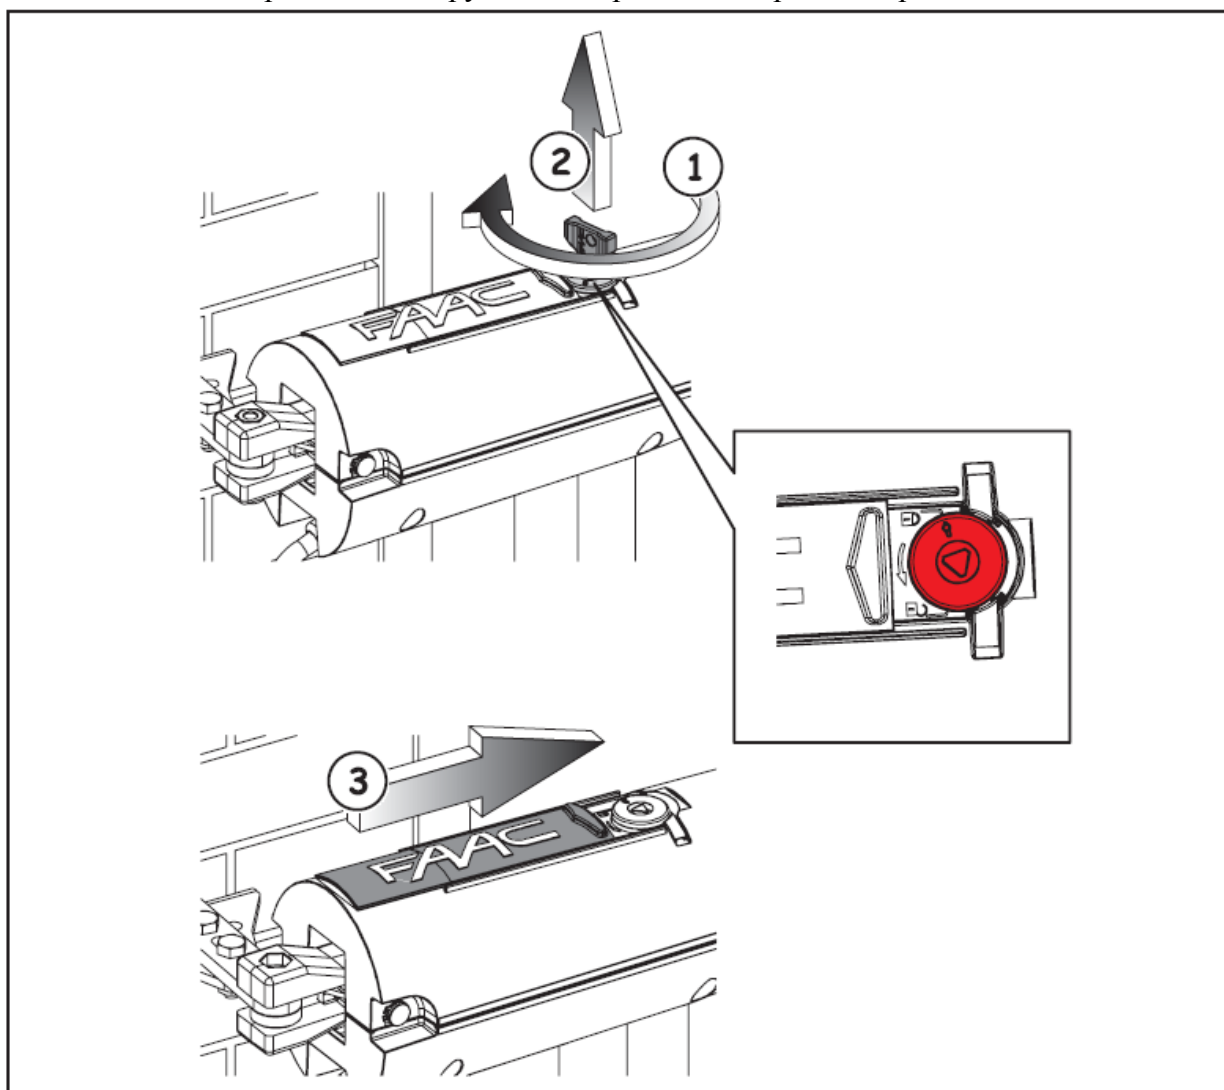

Рис. 2
2. Повернуть ключ разблокировки по часовой стрелке до упора, рис. 2, № 1, и вынуть его, рис. 2, № 2. Закрытое положение обозначается закрытым замком.
3. Задвинуть защитную крышку, рис. 2, № 3.